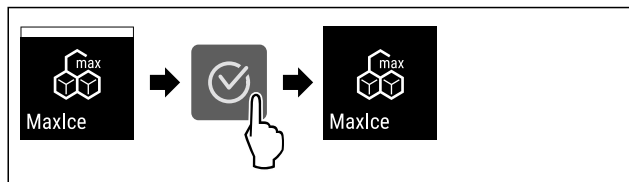

Fig. 23
- Suivre les étapes (voir Fig. 23) .